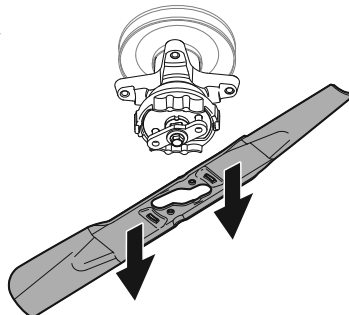

Figure 47
5. Lorsque le trou au centre de la lame s'aligne avec le support de retenue, tirez sur la lame. Voir Figure 47.